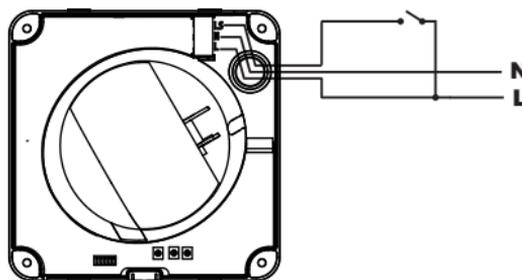
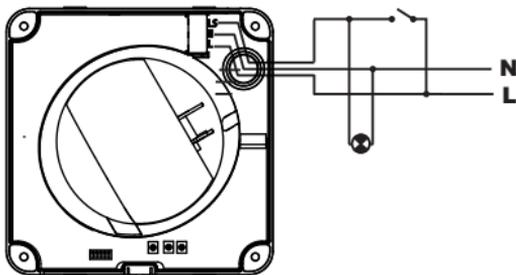

Fig.4
Fig.5
Modèle équipé d'une temporisation réglable. La temporisation permet à l'appareil de continuer à fonctionner en grand débit, le temps déterminé par la temporisation, après que l'interrupteur ait été ouvert (fig.4).
Le schéma de câblage fig.5 montre comment, avec le même interrupteur, commander la lumière dans la pièce et la grand débit du VEMREA.
2. Fonctionnement automatique comme décrit précédemment avec possibilité de forcer le passage en grand débit avec un interrupteur indépendant (fig.4) ou l'interrupteur de la lumière (fig.5) quand le niveau d'humidité dans la pièce est inférieur à la valeur de consigne. Dans ce cas, après avoir éteint la lumière ou ouvert l'interrupteur indépendant, l'appareil continue de fonctionner le temps fixé par la temporisation avant de repasser en débit de base, sauf si le niveau d'humidité dans la pièce est supérieur à la consigne.